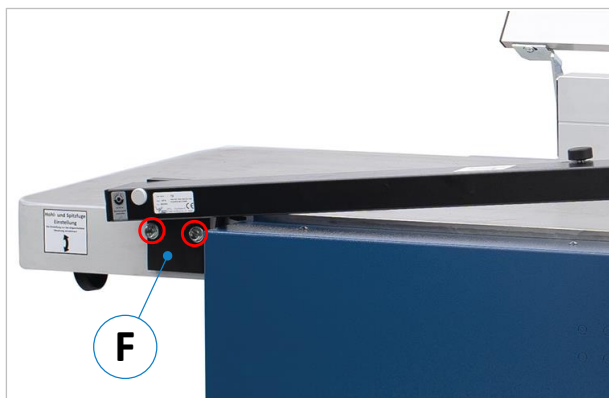

Abbildung 3: Führungsarm anbringen
Nachdem Sie die Befestigungsposition festgelegt haben und Sie beiden M8 Montagebohrungen eingebracht haben, befestigen Sie den Führungsarm der Schutzvorrichtung (noch ohne die umklappbare Brückenschutzabdeckung) über die Montageplatte (F) und mit den passenden M8 Schrauben am Maschinenkörper (siehe ⇒ Abbildung 3).